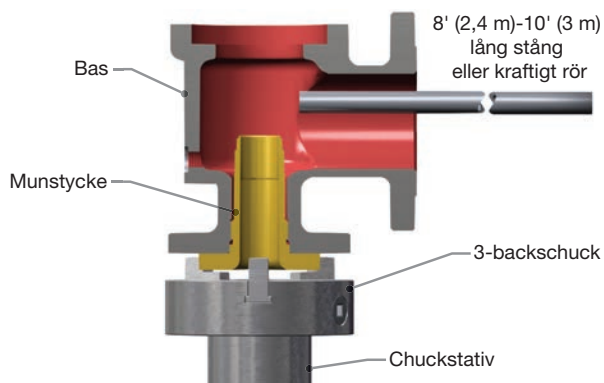

Bild 19: Lossa munstycket från basen
18. Använd en chuck med tre eller fyra käftar som svetsas vertikalt till ett stativ som är fastbultat i ett betonggolv, kläm fast munstycket (2) i chucken och bryt loss enheten med en tung stång eller ett rör (se bild 19).